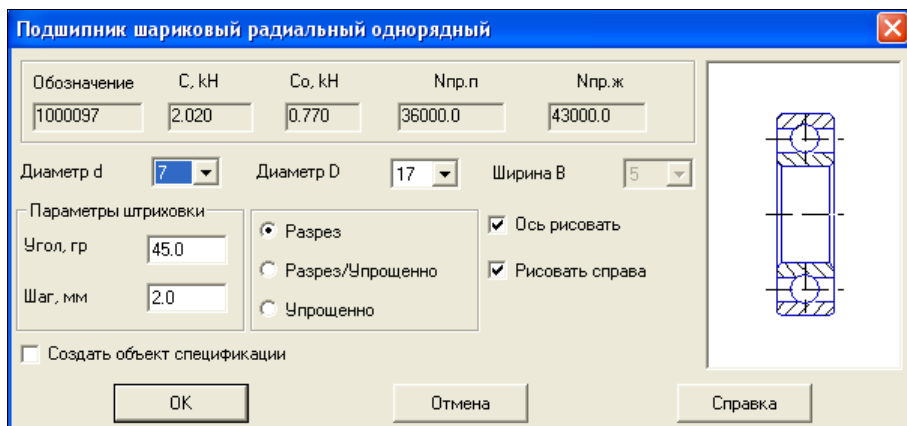

Рис. 26.44. Диалоговое окно
- ◆ щелкните дважды ЛК мыши по папке **Подшипники ГОСТ 8338-75**. На экране появится диалоговое окно **Подшипник шариковый радиальный однорядный**, в котором вы должны в окнах **Диаметр d** или **Диаметр D** (внутренний или наружный диаметр подшипника) задать необходимые числовые значения (рис. 26.44). Это тот подшипник, который применен в сборочном чертеже Редуктор. Если вы применяете данный подшипник в чертеже и создаете спецификацию, то: